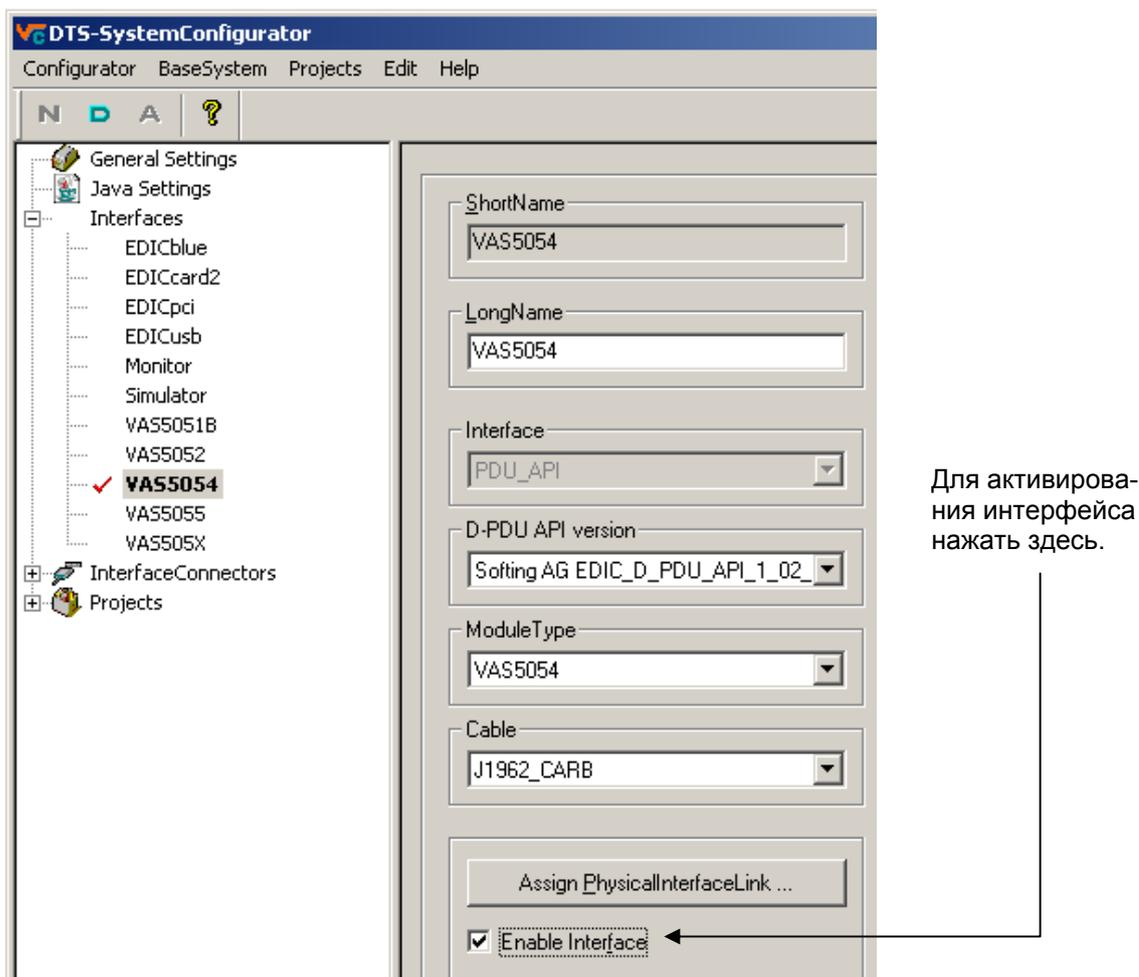

Рис. 1-21. Настройки конфигуратора системы DTS для работы с VAS 5054
5. Открыть в левом окне перечень *Interfaces* (Интерфейсы) и выбрать *VAS 5054*. В окне справа отметить галочкой *Enable Interface* (Активировать интерфейс) (Рис. 1-21).